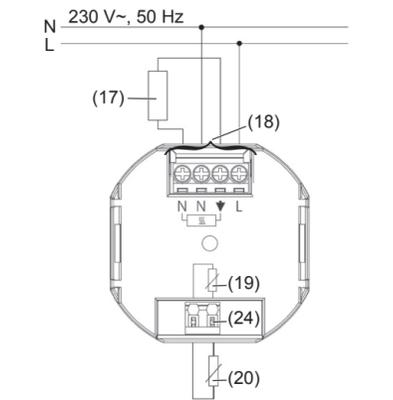

Рис. 4. Схема соединений
- Подключите регулятор согласно схеме соединений (рис. 4).
- При необходимости подключите внешний дистанционный датчик (20) (см. «Подключение внешнего дистанционного датчика»).
- Подключите дистанционный датчик согласно схеме соединений (рис. 4, поз. (20)).
- Для вставки и удаления соединительного кабеля нажмите соответствующими инструментами кнопку принудительного разъединения (рис. 4/7, поз. (24)).